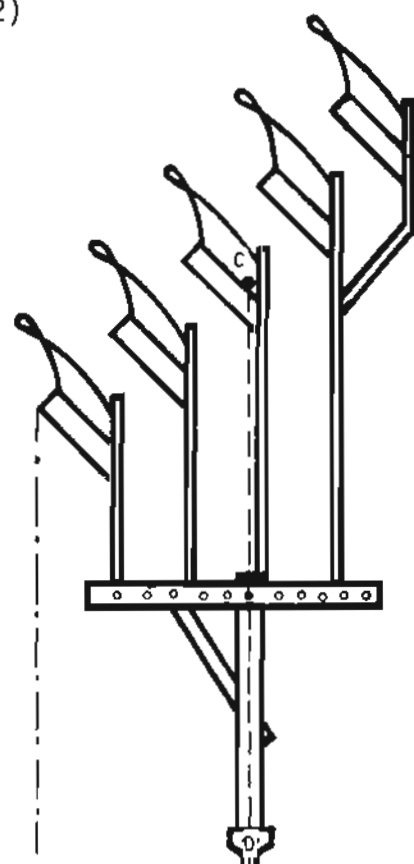

Fig. 2
La *línea de resistencia del arado* definida por dos puntos es la que une el centro de resistencia del cuerpo o fondo central (C) y pasa por la barra de tiro del arado y el ojo de acople (D). (Fig. 2)